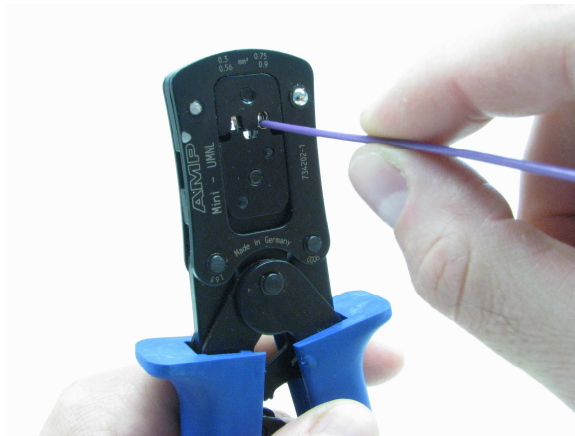

Abbildung 6
4. Jetzt wird die abisolierte Leitung in die Drahtcrimphülse eingeführt (siehe Abbildung 6).